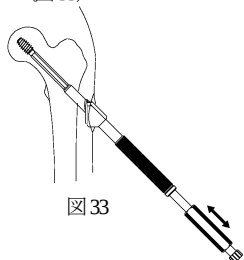

図 33
- 2) キード・ラグスクリューの抜去にはラグスクリューインパクトの後端にスライドハンマーを組み付け引き抜きます。（図 33）